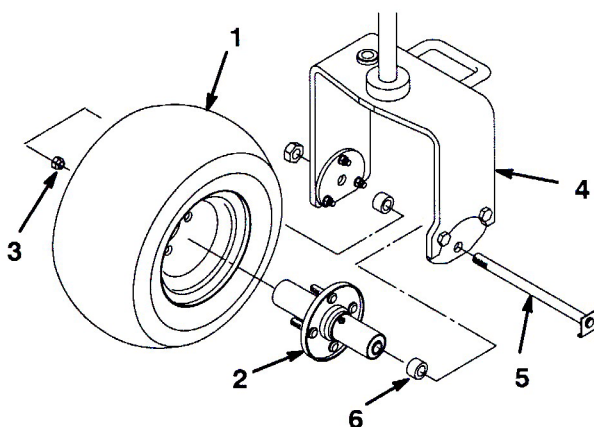

図2
1. ナット 4個を使ってリムにホイール・ハブを取り付ける (図2)。各ナットを 70～90 ft-lb (9.6～12.4 kg.m)にトルク締めする。
2. 後キャスト・フォークの車輪取り付け穴についているホイール・ボルトとロックナットを外す (図2)。
5. ボルトの頭のL字状の部分をアダプタ・プレートの下縁に引っ掛ける (図2)。ロックナットを取り付けて締め付け、車輪をキャスト・フォークに固定する。車輪が自由に回転できるよう、ロックナットを締めすぎないように注意する。